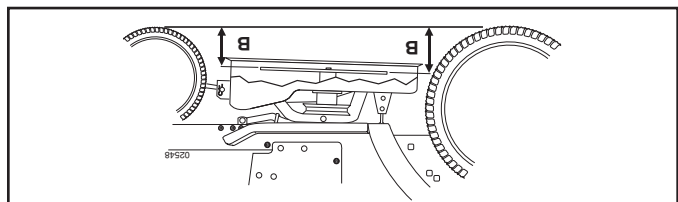

Fig. 31
**AJUSTEMENT AVANT/ARRIÈRE (Voir Figs. 31 et 32)**
- Soulevez la tondeuse à sa position la plus haute. Placez n'importe quelle lame de façon à ce que la pointe soit vers l'avant. Mesurez la distance (B) au sol à la pointe avant et la pointe arrière de la lame.